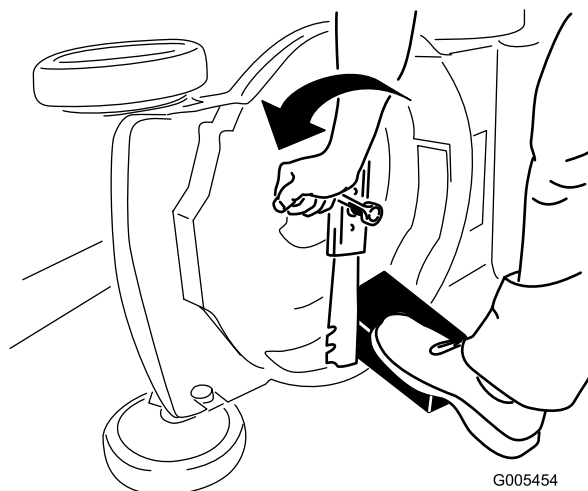

Bild 29
- Stabilisieren Sie das Messer mit einem Holzblock (Bild 29).
- Nehmen Sie das Messer ab und bewahren Sie alle Befestigungsschrauben auf (Bild 29).